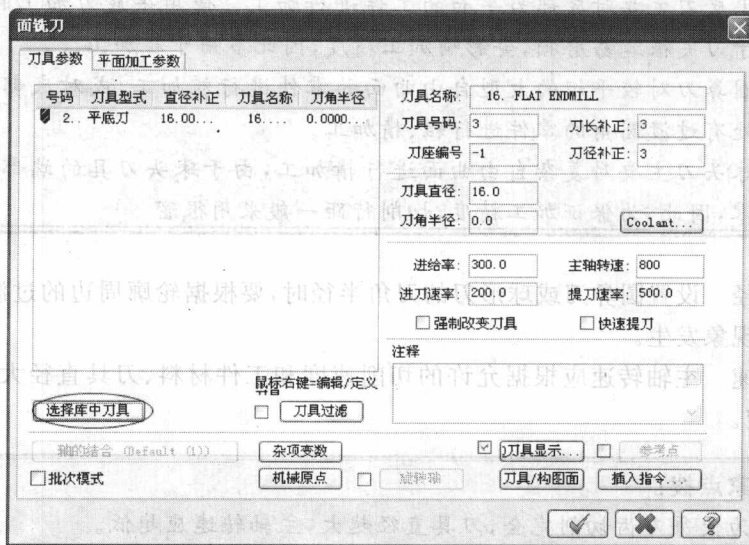
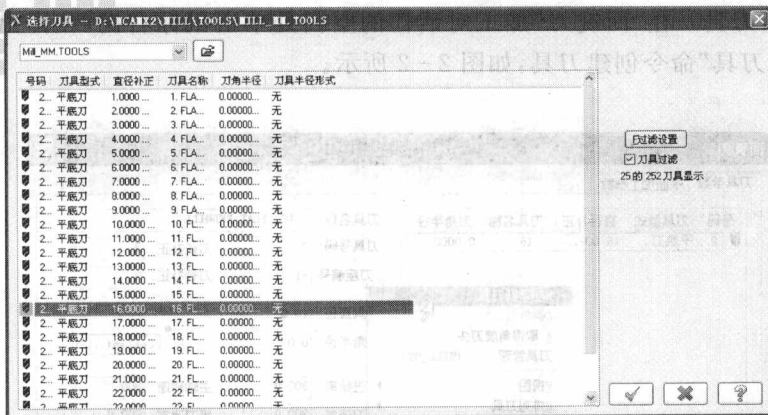

图 2-3
图 2-4
(2) 选择刀具 在“面铣刀”加工对话框中单击“选择库中刀具”按钮,从刀具库中直接选择刀具。如图 2-3、图 2-4 所示。